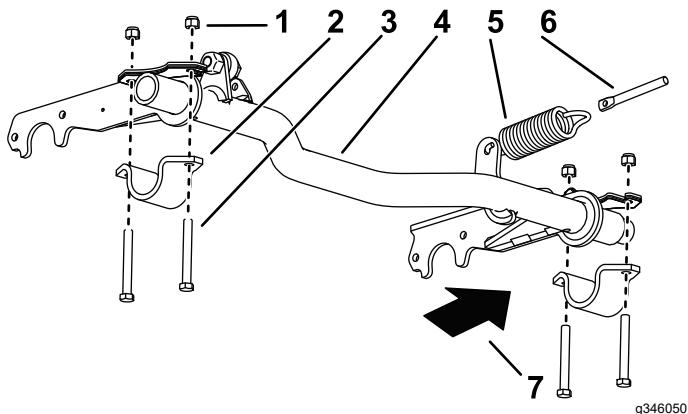

Figura 5
1. Ligue a mola de extensão a uma das alavancas de mola no tubo articulado e na barra da mola (Figura 5).
2. Instale sem apertar o suporte do tubo articulado no lado direito (Figura 5).
3. Deslize o lado direito do tubo articulado no suporte do tubo articulado do lado direito (Figura 5).
5. Eleve a pega do lado esquerdo do tubo articulado na estrutura e instale-a com um suporte de tubo articulado, dois parafusos (3/8 x 3 pol.), e duas porcas de bloqueio (3/8 pol.) (Figura 5).